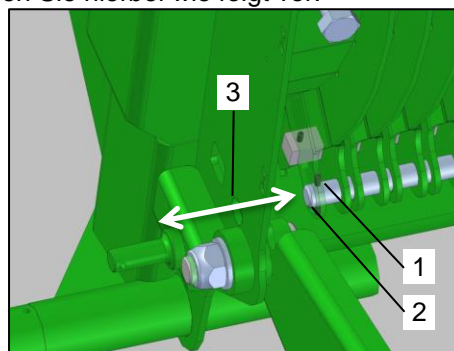

Bild 126: Messeraufnahme
- Kontrollieren Sie die Messersicherung. Die Führungsrollen der Messersicherung (Bild 126 / Pos. 1) müssen dabei einen leichtgängigen Lauf aufweisen.
- Ölen Sie die Führungsrollen (Bild 126 / Pos. 1).